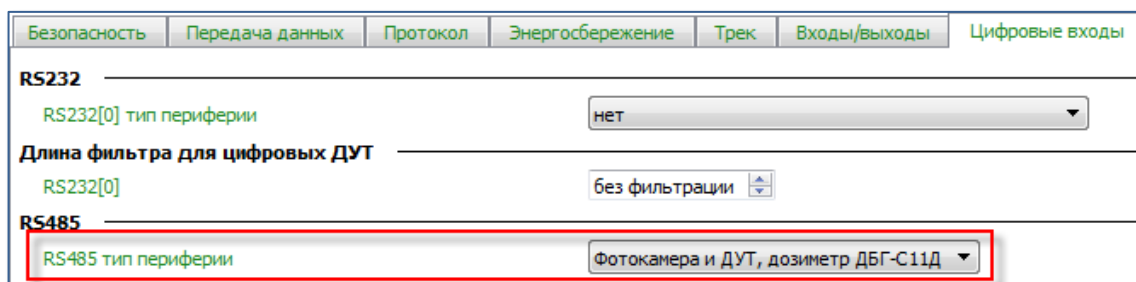

Рисунок 8. Настройка режима работы интерфейса RS485
6. перейдите на вкладку «Цифровые входы», для параметра «RS485 тип периферии» установите значение «Фотокамера и ДУТ, дозиметр ДБГ-С11Д» (Рис. 8);